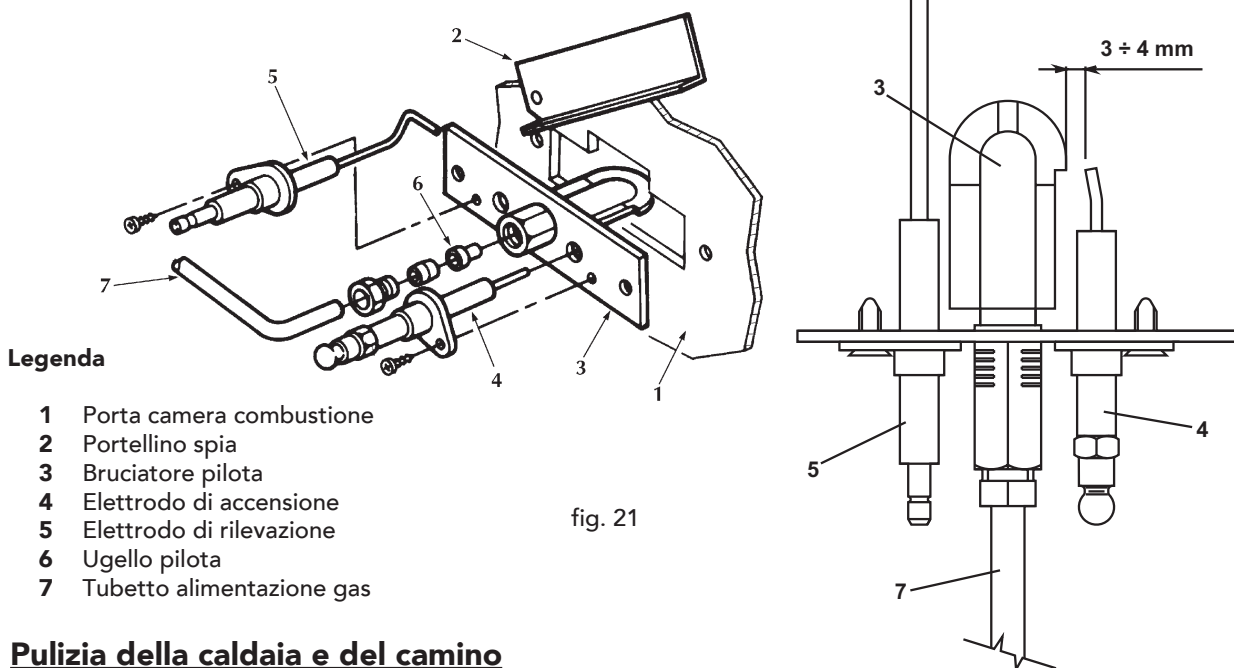

fig. 21
- Gli elettrodi devono essere liberi da incrostazioni e correttamente posizionati (vedi fig. 21).
- Controllare che gli elettrodi siano correttamente posizionati e senza incrostazioni (vedere fig. 21).